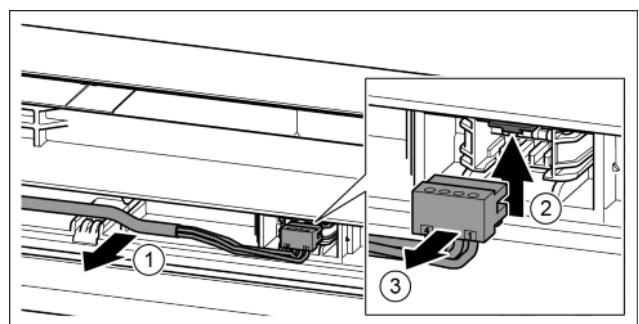

Fig. 18
- Обережно витягніть сірий кабель з направляючої в дверцях. Fig. 18 (1)